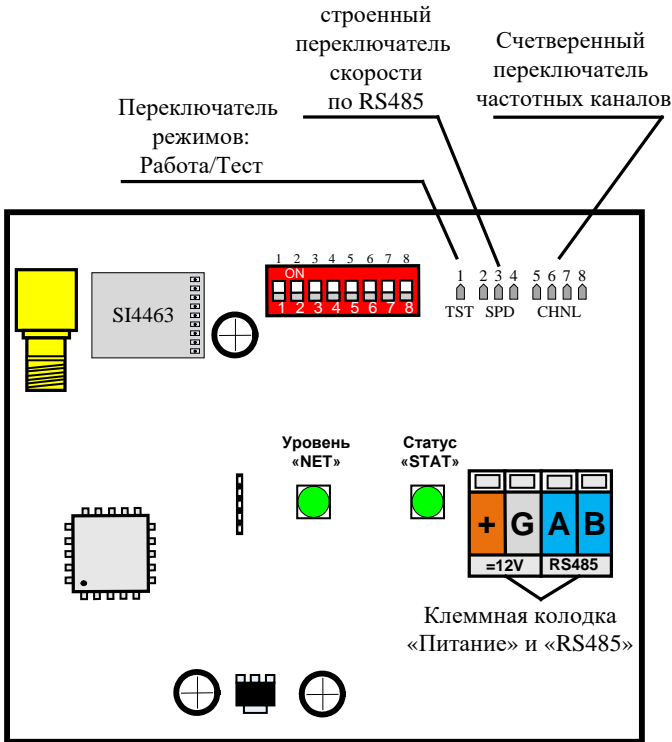

рис.1 ИМН
3.1.5. Если используется соединение типа «точка – много точек», то необходимо провести программирование модулей с помощью многопозиционного переключателя указанного на рис. 1. Программирование заключается в установке одинаковых номеров канала и скорости передачи 9600 б/с.